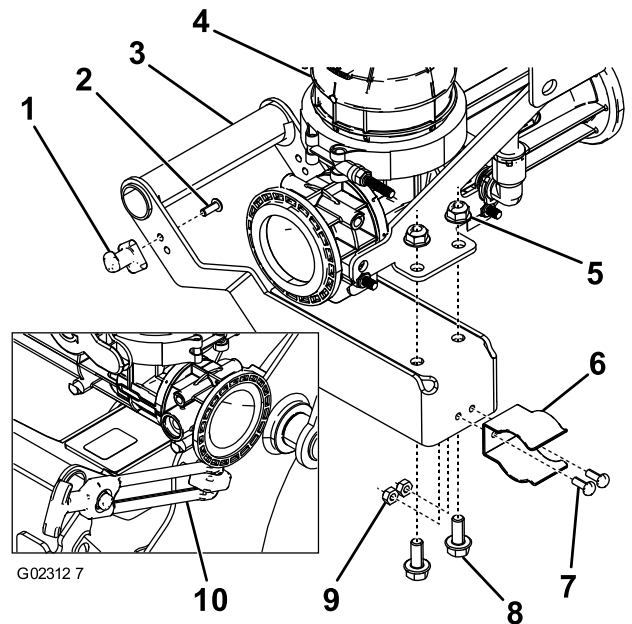

図 10
1. 六角ヘッドボルトを使って、ラッチポストをエダクタのハンドルに取り付ける (図 10)。
2. 六角ヘッドボルト (2本) を使って、ラッチハンドルをメインサポートフレームに取り付ける (図 10)。
3. 六角ヘッドボルト (2本) とフランジヘッドナットを使って、ハンドルをエダクタに取り付ける (図 10)。